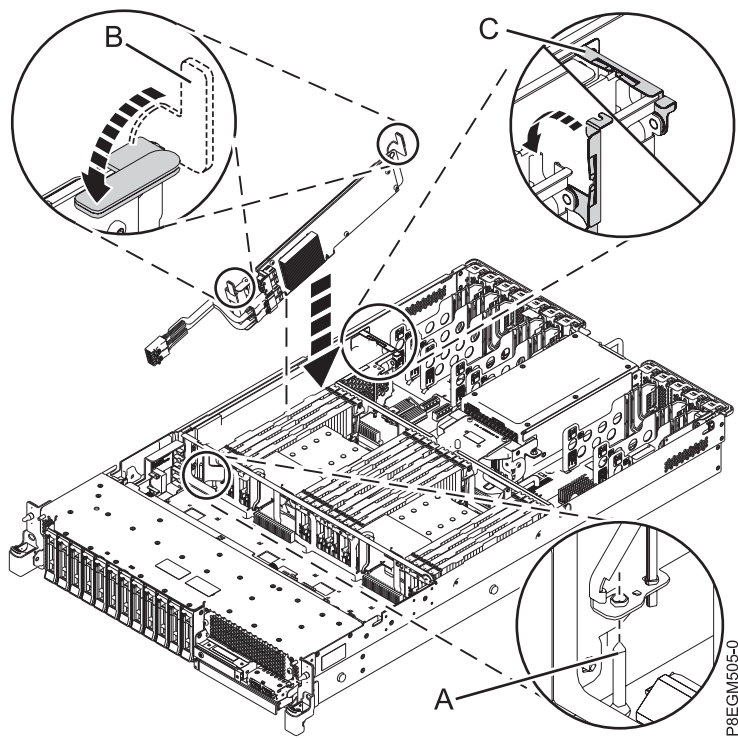

Figure 5. Installation de la carte PCIe3 x8 SAS RAID interne 6 Gbits dans l'emplacement P1-C15
17. Terminez l'installation de la carte SAS RAID en l'insérant complètement dans son emplacement. Assurez-vous que la carte est installée sur la broche de détrompage (A). Appuyez au centre du bord supérieur de la carte pour l'installer correctement dans le connecteur du fond de panier du système. Voir figure 5, à la page 6.
18. Appuyez sur les poignées bleues (B) dans la direction illustrée. Voir figure 5, à la page 6.
19. Appuyez sur le crochet de fixation du câble (C) dans la direction illustrée. Voir figure 5, à la page 6.